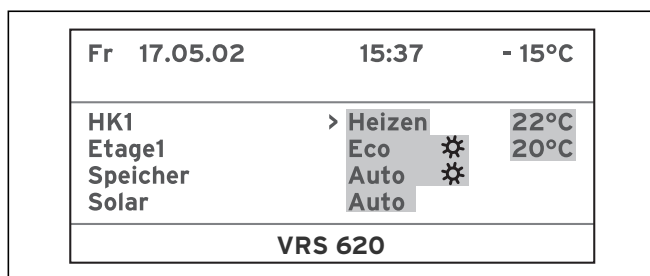

Abb. 6.13 Grundanzeige
- Drehen Sie den Einsteller , bis der Cursor links von der Betriebsart (Display-Zeile HK1 in Abb. 6.13) blinkt.